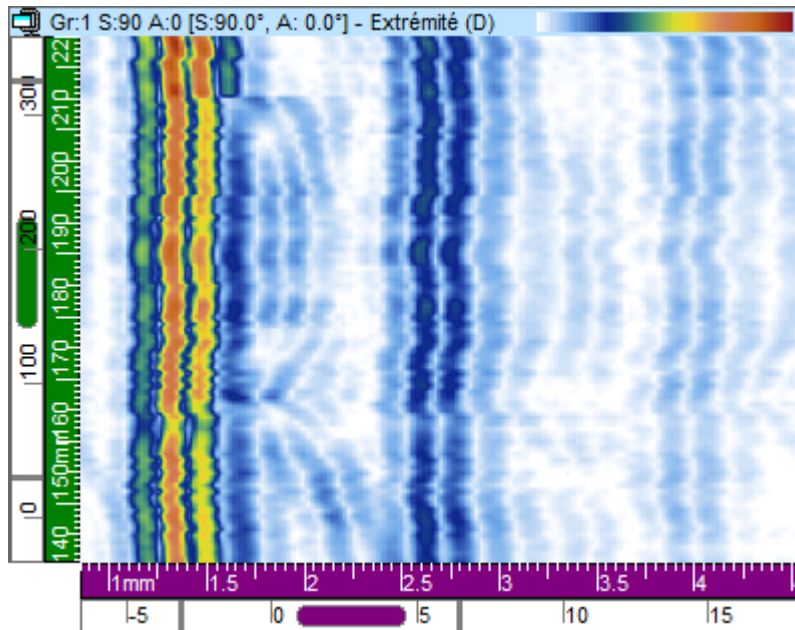

Figure 3-25 Exemple d'une vue volumétrique (D)
La vue d'extrémité (D) [voir la Figure 3-25 à la page 111] est une représentation graphique bidimensionnelle des données enregistrées. L'un des axes est l'axe d'index défini, l'autre est le trajet ultrasonore non corrigé (Usound). L'emplacement des données affichées est lié aux positions du codeur au moment de l'acquisition. La couleur, à un emplacement donné de l'image projetée, correspond à l'amplitude maximale à cet emplacement tel que détecté dans l'étendue déterminée de l'axe de balayage.